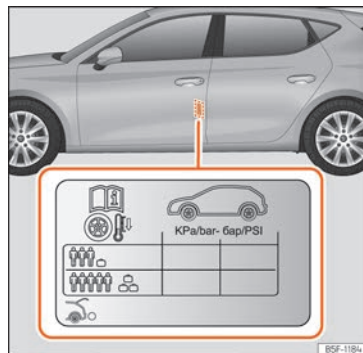

Fig. 240 Ubicación del adhesivo de la presión de inflado de los neumáticos.
- Adapte la presión de los neumáticos a la carga que lleva el vehículo »» **fig. 240.**
Los valores de la presión de inflado se indican en la etiqueta adhesiva situada en la zona posterior del marco de la puerta delantera izquierda »» **fig. 240.**
La presión de los neumáticos se debe adaptar a la carga actual del vehículo. Si el vehículo va a ir cargado al máximo, debe aumentar la presión de inflado al valor máximo de carga indicado en la etiqueta adhesiva »» **fig. 240.**
En el caso de una rueda de emergencia mini-mizada [125/70 R16 o 125/70 R18], inflar a 4,2 bar de presión según se indica en la etiqueta de presión de los neumáticos »» **fig. 240.**
- El conductor es responsable de que todos los neumáticos del vehículo estén inflados a la presión correcta. La presión de inflado recomendada viene indicada en un adhesivo »» **fig. 240.**
- Con los neumáticos en frío, deberá mantenerse siempre la presión indicada en el adhesivo »» **fig. 240.**